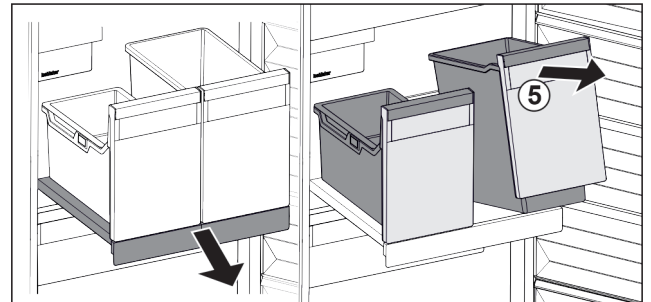

Fig. 139
- Behälter Fig. 139 (5) vorne anheben.